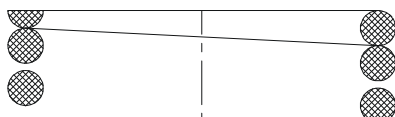

图 2-4-18
- 指定下一点或 [放弃(U)]： //右击结束命令，效果如图 2-4-18 所示